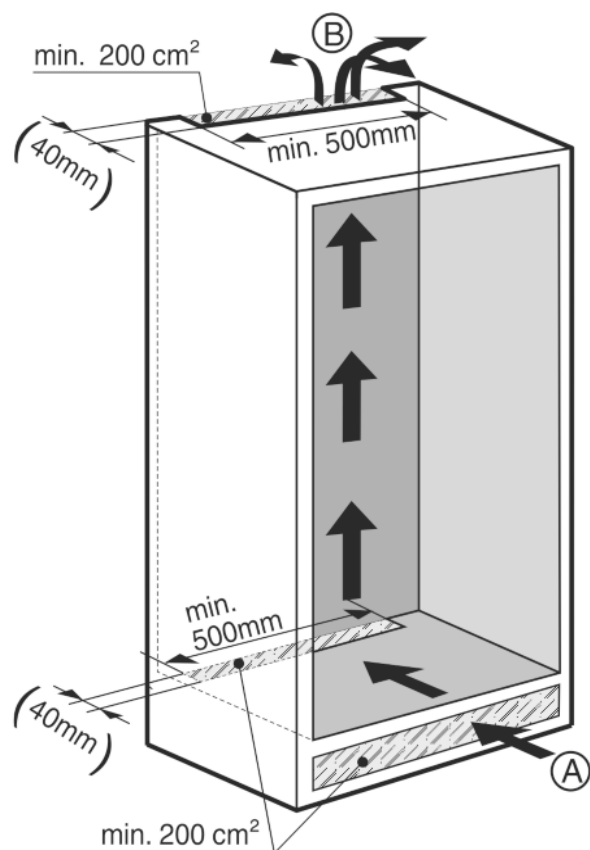

Fig. 3
- Deve essere presente una sezione di aerazione efficace di minimo 200 cm² per apparecchio nel punto di afflusso dell'aria Fig. 3 (A) e nel punto di deflusso dell'aria Fig. 3 (B).